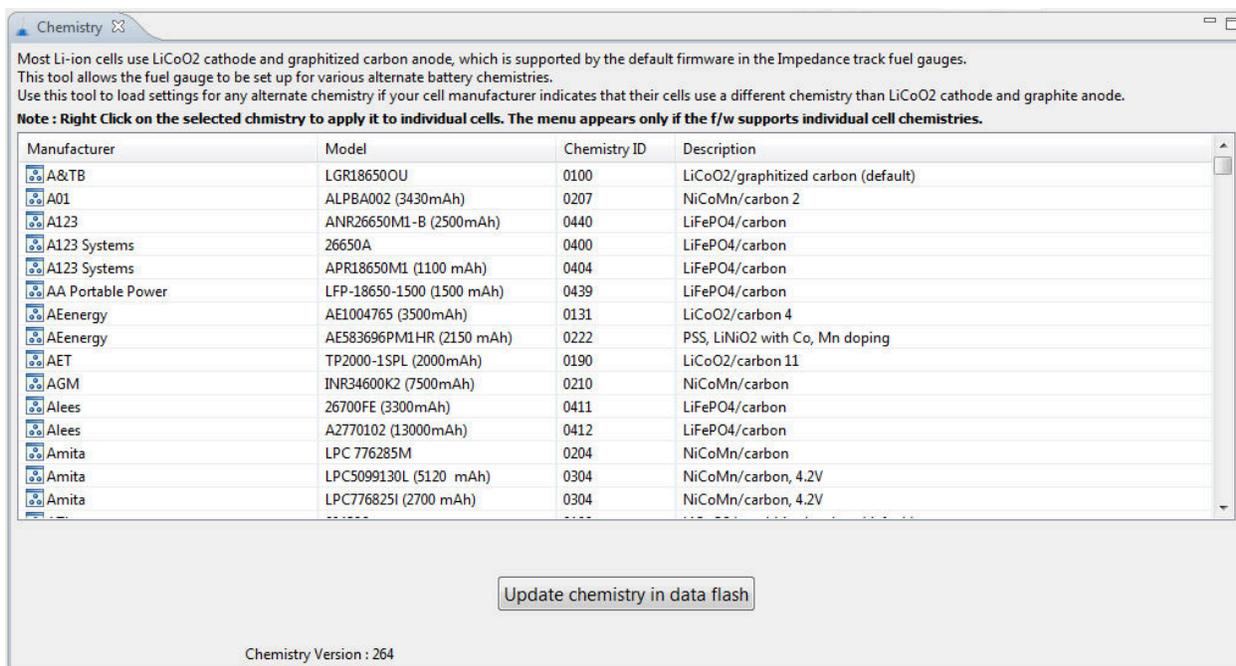

図 3-4. Chemistry ウィンドウ
- 表から、ご使用のセルに一致する Chemistry ID を選択します (図 3-4 を参照)。